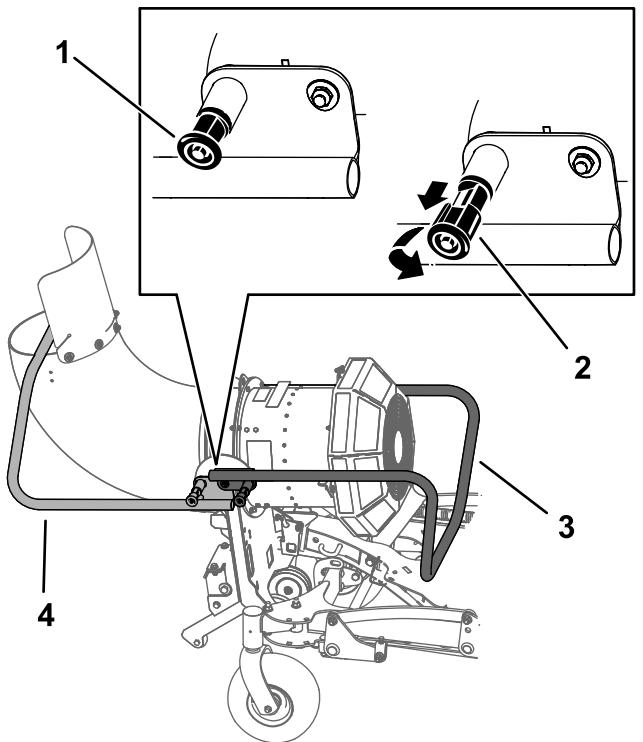

Figura 21
4. Tire de los pasadores de bloqueo del caballete en ambos lados de la máquina, gírelos 90 grados para desbloquearlos y luego gire el caballete para alejarlo de la máquina (Figura 21).